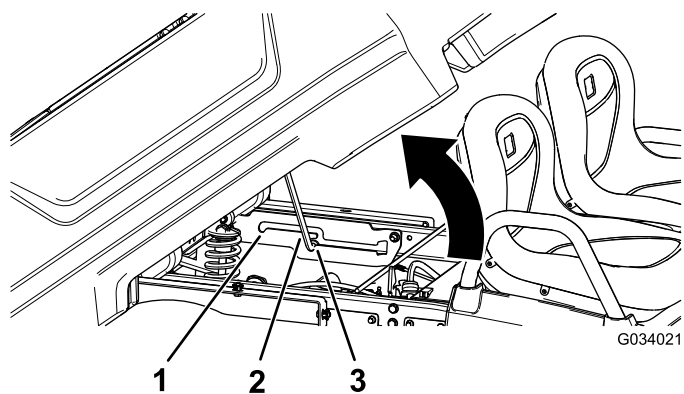

Figura 16
2. Tirate l'asta di supporto nella fessura di arresto della posizione di scarico per ancorare il pianale per lo scarico (Figura 16).
2. Tirate l'asta di supporto nella fessura di arresto della posizione di assistenza per ancorare il pianale per la manutenzione (Figura 16).
2. Estraiete l'asta di supporto dalla fessura di arresto (Figura 16).